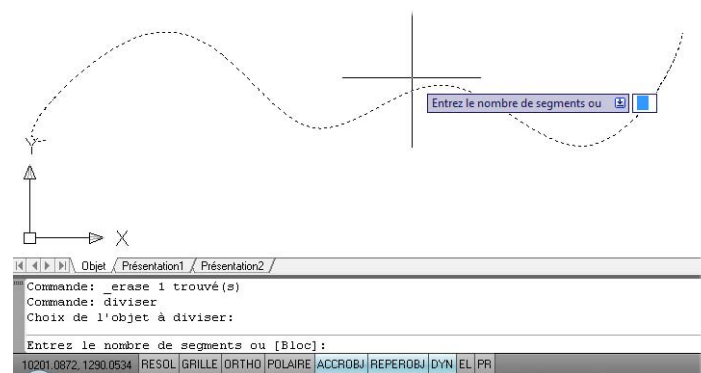

Figure 4.27
8. Regardez maintenant les lignes de commande d'AutoCAD. Celui-ci vous demande le nombre de segments qui doivent diviser l'objet, mais une sous-commande Bloc est également disponible (voir Figure 4.27). Tapez **B**, comme *bloc*, puis validez.